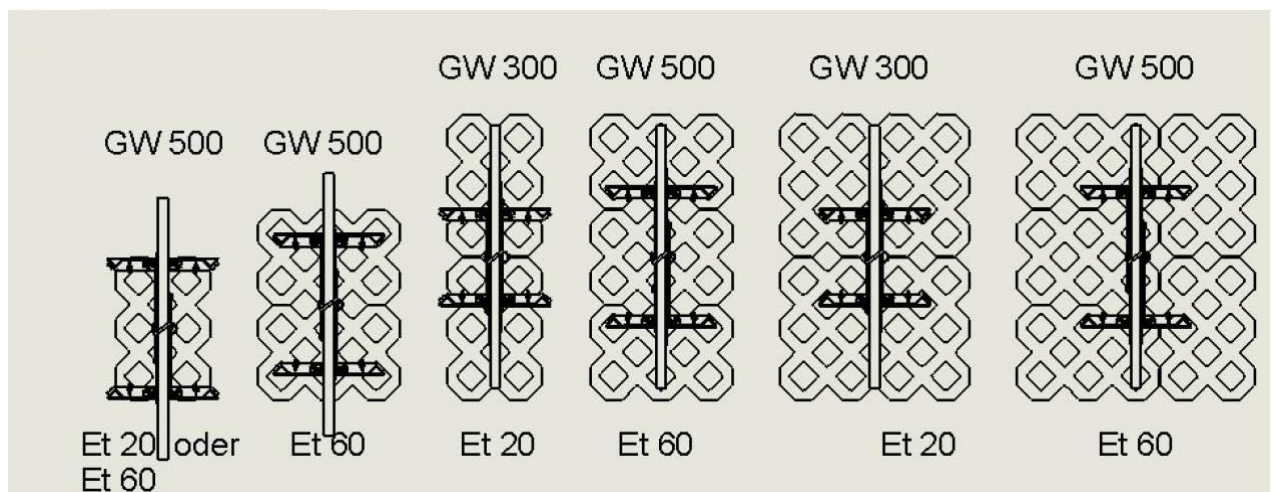

Fig. 1
Les produits manipulés représentés (dalles pour gazon) ne peuvent être saisis que dans deux crans (respectivement, le 4^e trou depuis l'intérieur) pour une zone de préhension/largeur de préhension (GW) d'env. 300 mm ou dans des crans (respectivement le 7^e trou depuis l'intérieur) pour une zone de préhension/largeur de préhension (GW) d'env. 500 mm (→ fig. 1).